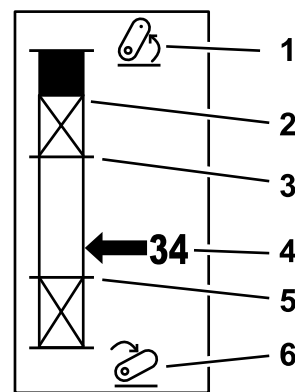

Figura 22
2. Inicie a máquina Outcross e percorra o ecrã de estado para mostrar a altura do engate de 3 pontos (Figura 22).
3. Mova o engate de 3 pontos para cima e para baixo e registe o número da atual posição de engate quando estiver na posição de transporte, da posição de viragem, da posição de trabalho máxima e da posição de trabalho mínima (Figura 22).
Esta é a altura de elevação máxima de um acessório de 3 pontos. Defina esta posição elevando o acessório até à altura máxima permitida ou até ao ângulo mais alto para um eixo de PTO não acionado; o que ocorrer primeiro. Tome nota da posição da altura no ecrã de estado e introduza-a na definição do parâmetro no ecrã do InfoCenter (Figura 22).
Este parâmetro é necessário apenas para acessórios de 3 pontos acionados por pá. Esta é a posição automática dos 3 pontos quando o acessório está em viragem ou a ser elevado para evitar um perigo. Defina este ponto elevando o acessório de 3 pontos e confirme se o acessório elevado não danifica as depressões naturais do relvado. Tome nota da posição da altura no ecrã de estado e introduza-a na definição do parâmetro no ecrã do InfoCenter (Figura 22).
Eleve o acessório até ao ponto mais alto permitido e tome nota da posição da altura no ecrã de estado e introduza-a na definição do parâmetro no ecrã do InfoCenter (Figura 22).
Baixe o acessório até ao ponto mais baixo permitido e tome nota da posição da altura no ecrã de estado e introduza-a na definição do parâmetro no ecrã do InfoCenter (Figura 22).